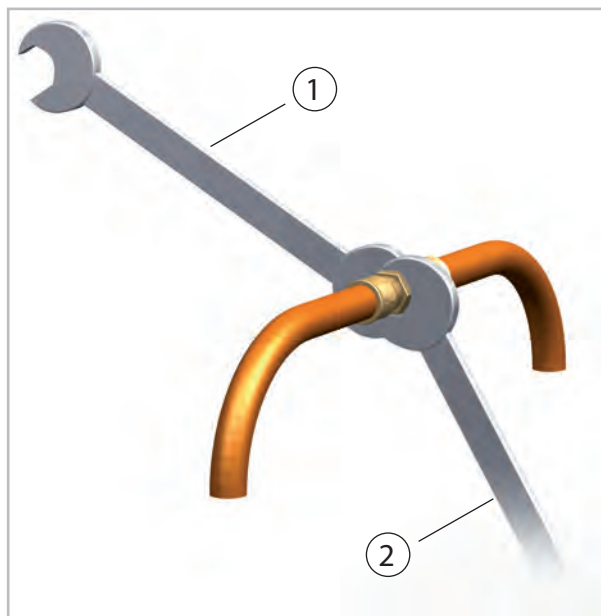

Abb. 37: Verschraubungen anziehen
11. ➤ Befestigen Sie nun endgültig die Verschraubungen mit 2 Maulschlüsseln geeigneter Schlüsselweite. Halten Sie während des Schraubens auf jeden Fall mit einem Maulschlüssel gegen (Abb. 37).